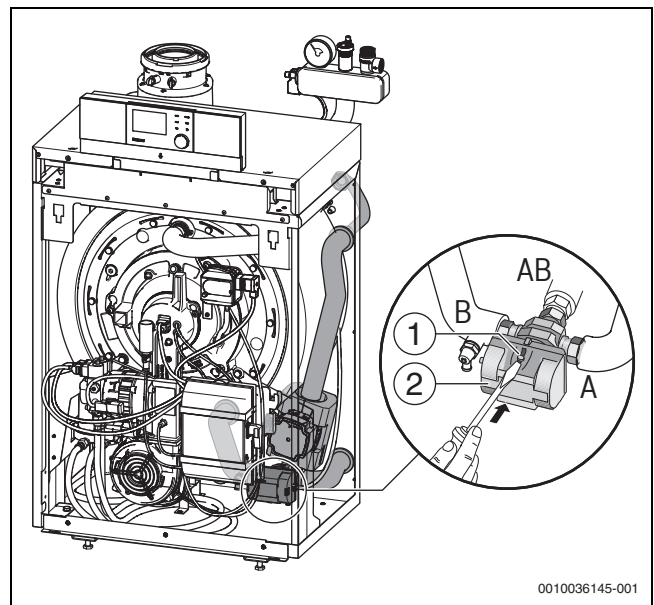

Bild 25 Manueller Umschalter des 3-Wege-Ventils (Lupe zeigt das 3-Wege-Ventil von unten)
- Darauf achten, dass das 3-Wege-Ventil (→ Bild 25) ohne Strom zwischen den Anschlüssen AB und B offen ist (→ Bild 25).
Für Notbetrieb: Bei defektem Stellantrieb kann das 3-Wege-Ventil (→ Bild 25, [2]) mit dem manuellen Umschalter (→ Bild 25, [1]) von AB-B in Mittelstellung gebracht werden.
Zum Befüllen und Entlüften muss das 3-Wege-Ventil (→ Bild 25, [2]) mit dem manuellen Umschalter (→ Bild 25, [1]) von AB-B in Mittelstellung (Auslieferungszustand) gebracht werden.